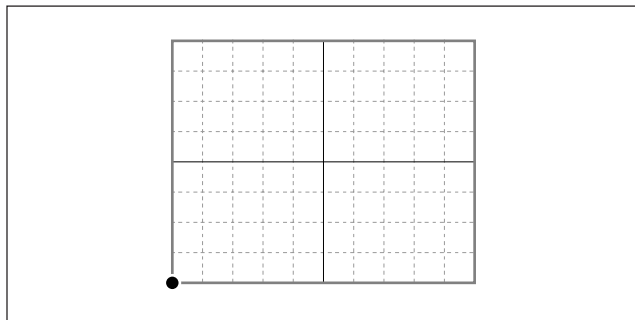

图 4-3
- ③ 将示波器的 TIME/DIV 开关设为 X-Y MODE。
- ④ 将示波器 CH1、CH2 的偏转灵敏度 (VOLTS/DIV) 设为 0.2 V/DIV。
- ⑤ 将示波器 CH1、CH2 的 INPUT COUPLING 开关调到 GND，调整示波器的 POSITION 使信号位于屏幕的左下方。(参见图 4-3)